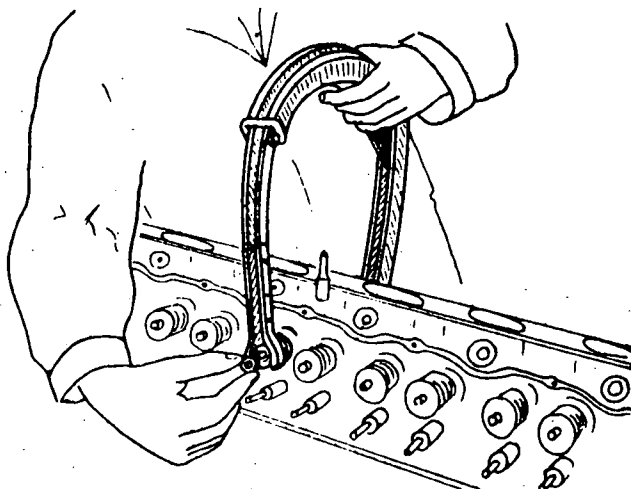

Fig. 1
- a Comprima as molas de válvulas, colocando o compressor entre o prato da mola e a cabeça da válvula (fig. 1) e fixando-o.